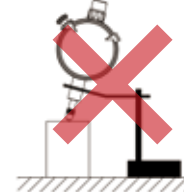

Fig. 5
2. No mueva el husillo rápidamente ni le aplique fuerza en la dirección transversal ya que la operación y exactitud pueden afectarse adversamente. (**Fig. 5**)